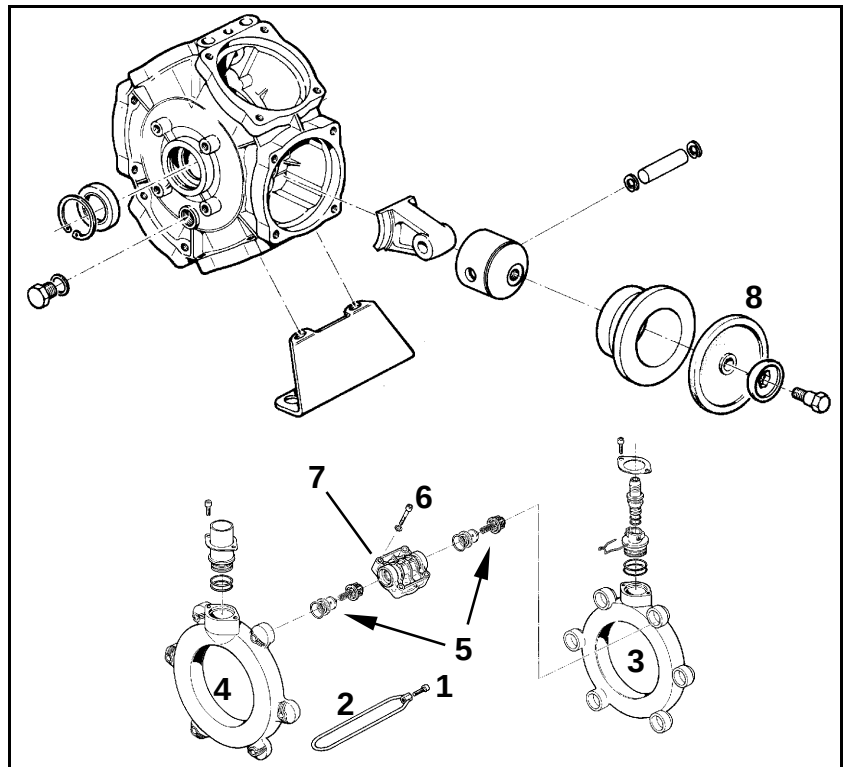

Fig. 226
- Vérifiez l'état des membranes de piston (Fig. 226/1) au moins une fois par an en les démontant.
- Vérifiez la position de montage des clapets côté aspiration et côté refoulement, avant de sortir les jeux de clapets (Fig. 226/5).
- N'y aurait-il qu'une seule membrane (Fig. 226/6) défectueuse ou poreuse, il est cependant impératif de remplacer les membranes de tous les pistons.
2. Desserrez les vis (Fig. 226/1) et retirez l'étrier (Fig. 226/2).
3. Enlevez les tubes d'aspiration et de refoulement (Fig. 226/3 et Fig. 226/4).
4. Enlevez les jeux de clapets (Fig. 226/5).
5. Desserrez les vis (Fig. 226/6).
6. Retirez la culasse (Fig. 226/7).
7. Contrôle des membranes de piston (Fig. 226/8).
8. Remplacez les membranes de piston défectueuses (Fig. 226/8).